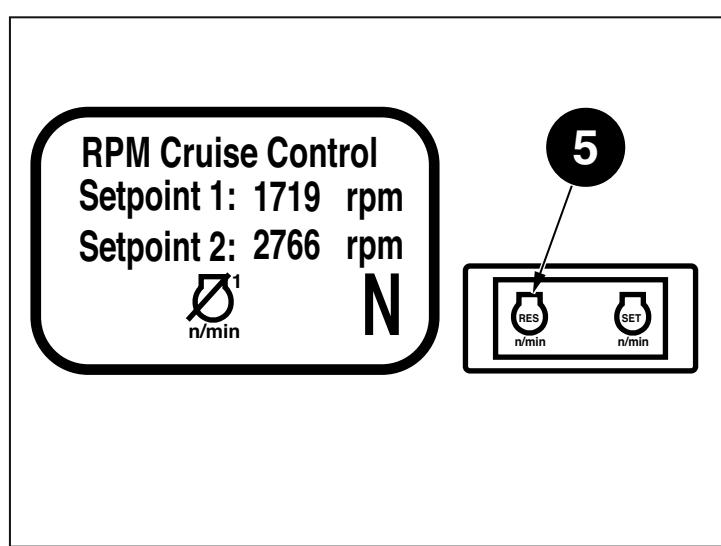

Fig. 4.25
- Premere il pulsante "SET" (1) 1 volta (pressione rapida), il setpoint selezionato comincerà a lampeggiare.
- Premere il pulsante "SET" (1) 1 volta (pressione rapida) per memorizzare il valore.
- Terminata l'operazione attendere 5 secondi per tornare alla schermata principale. Per poter utilizzare il CC vedi Fig.: 4.25.